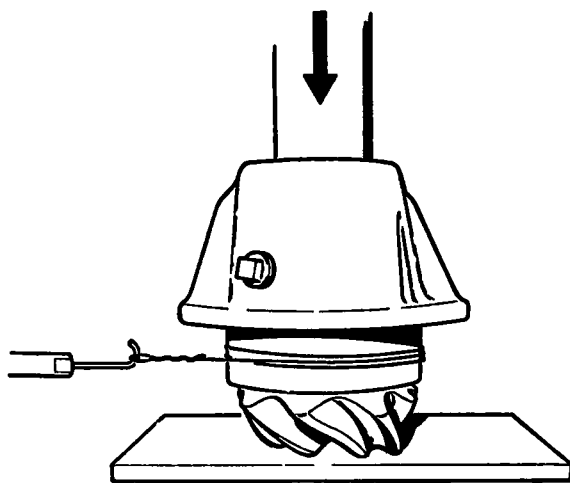

Fig. 8
— Zet de pignonlagers met behulp van een pers onder een axiale druk van 6 ton. Controleer de lagervoorspanning met behulp van een unster en een draad (zie fig. 8), die om het pignonhuis (9) wordt gewikkeld. De unster moet worden afgelezen als het pignonhuis reeds draait. Corrigeer de lagervoorspanning eventueel met behulp van de afstandringen (8).